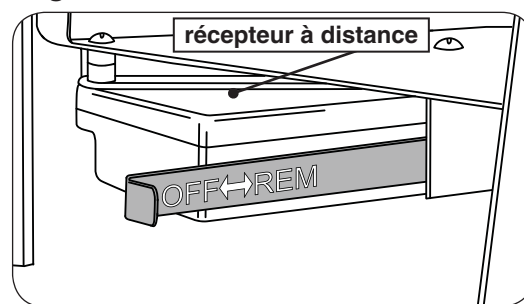

Fig. 36-2
2. Localisez l'actionneur de l'interrupteur OFF/REMOTE actionneur coulissant à l'arrière gauche du brûleur. Faites glisser l'actionneur à la position **REMOTE** droit. Voir Fig. 36-2.